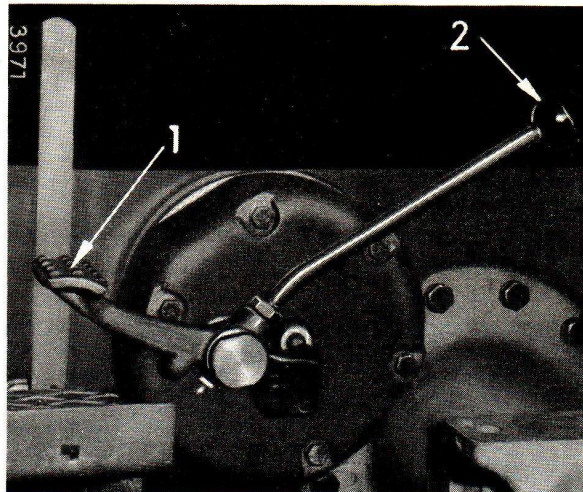

Fig. 64.- Blocage du différentiel débloqué.
Le levier à main et la pédale de blocage du différentiel sont situés sur le logement du frein gauche, voir (1) et (2) fig. 64.